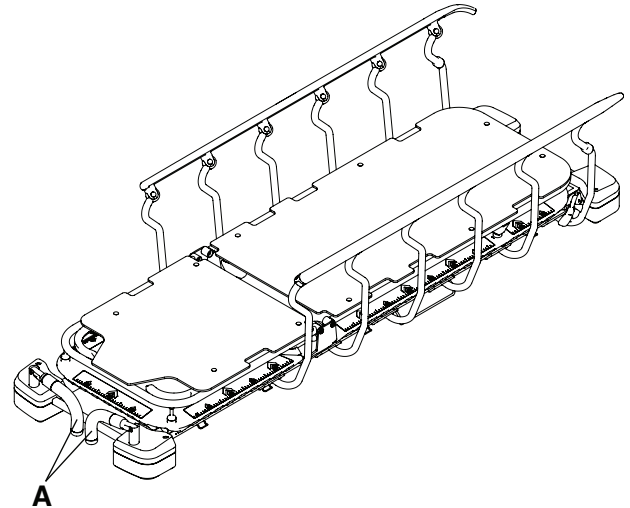

図 8 – 頭側端部プッシュハンドルの格納
4. 頭側端部プッシュハンドル (A) を格納するには、上記手順を逆に行います (図 8)。